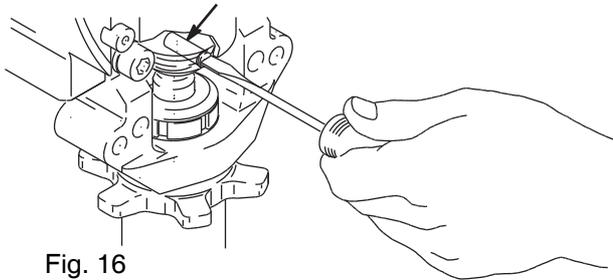

Fig. 16
5. Fig. 16. Utilice el destornillador: empuje hacia arriba el muelle de retención; saque el pasador (235).
2. Fig. 16. Empuje el pasador (235) en el orificio. Introduzca el pasador (235) en el orificio e introduzca el muelle de retención en la ranura hasta que rodee completamente la biela.